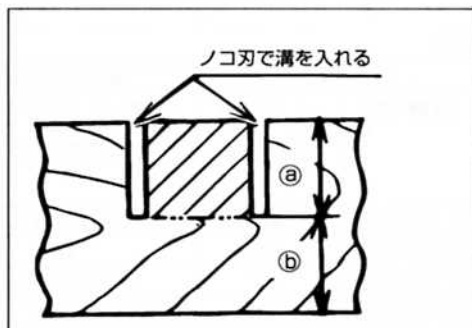

図32
- (1) ノコ刃が希望の位置の深さ①で止まるよう下限位置を調整すると図32に示すような溝加工ができます。のみ等で加工したのち、傾斜部はのみ等で取ってください。
ノコ刃と回転テーブル上面との間隔を図32②寸法にセットします。